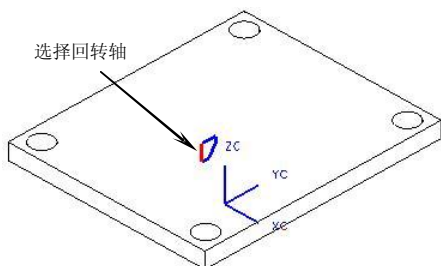
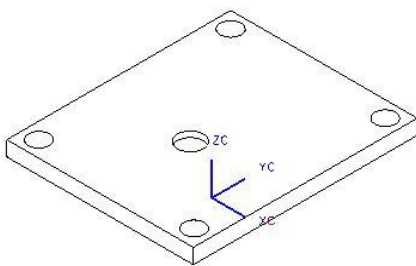

图7-84
图7-85
30. 选择上一步绘制的草图轮廓，在【成形特征】工具条中单击【回转】 按钮，弹出【回转】对话框。单击 **MB2**，选择回转轴，如图 7-84 所示，然后在【选择步骤】复选框中选择【求差】 选项，选择水口推板，单击 **确定** 按钮创建回转切除特征，如图 7-85 所示。